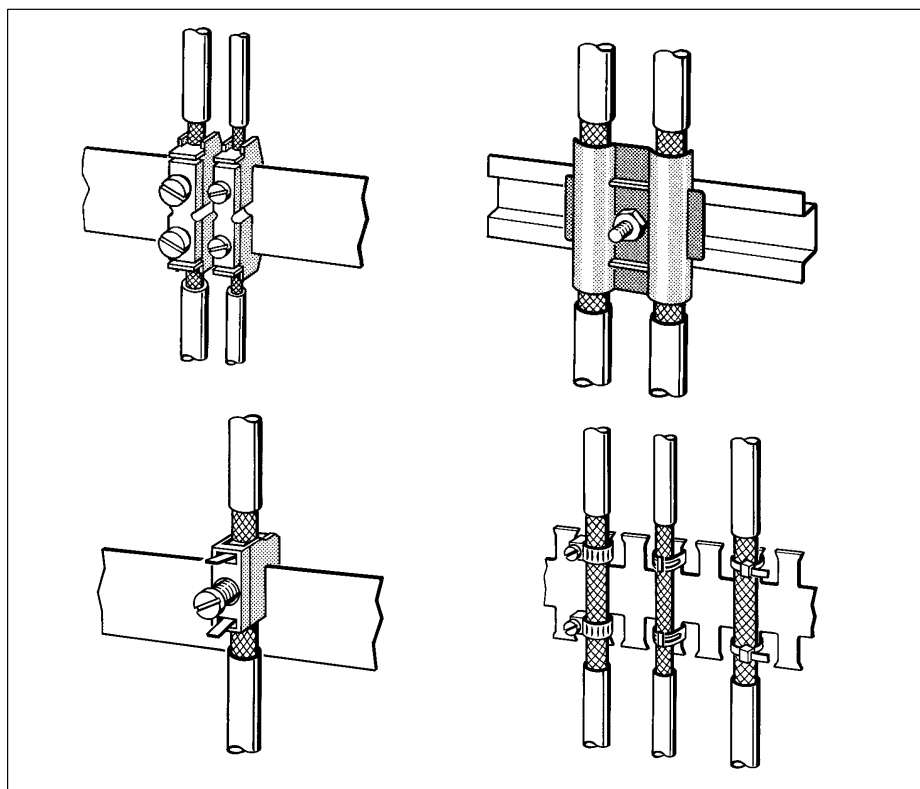

Figura 3-1 Fissaggio di cavi schermati con fascette paracavi e fascette stringitubo (vista schematica)
- Le fascette devono avvolgere lo schermaggio su una grande superficie ed esercitare un buon contatto (vedi la figura 3-1).